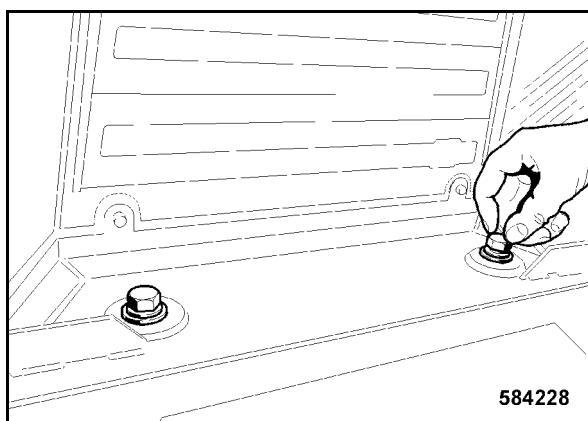

Bild 177
- Irrota taas kumpikin kiinnitysruuvi (Bild 177) ohjauskopin perän alueelta.
- Kiristä kumpikin perän alueen kiinnitysruuvi (Bild 177) 578 Nm:llä.